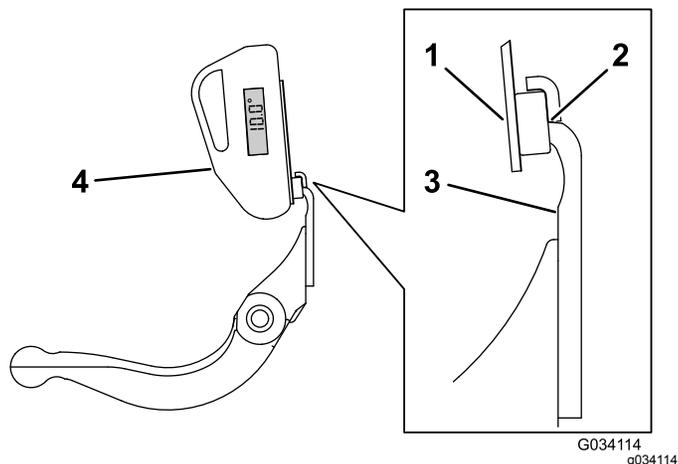

Figure 22
3. Placez le support d'indicateur d'angle sur le bord de la contre-lame de sorte à adapter le bord de l'aimant au bord de la contre-lame (Figure 22).
- Placez l'indicateur d'angle sur le support, comme montré à la Figure 22.